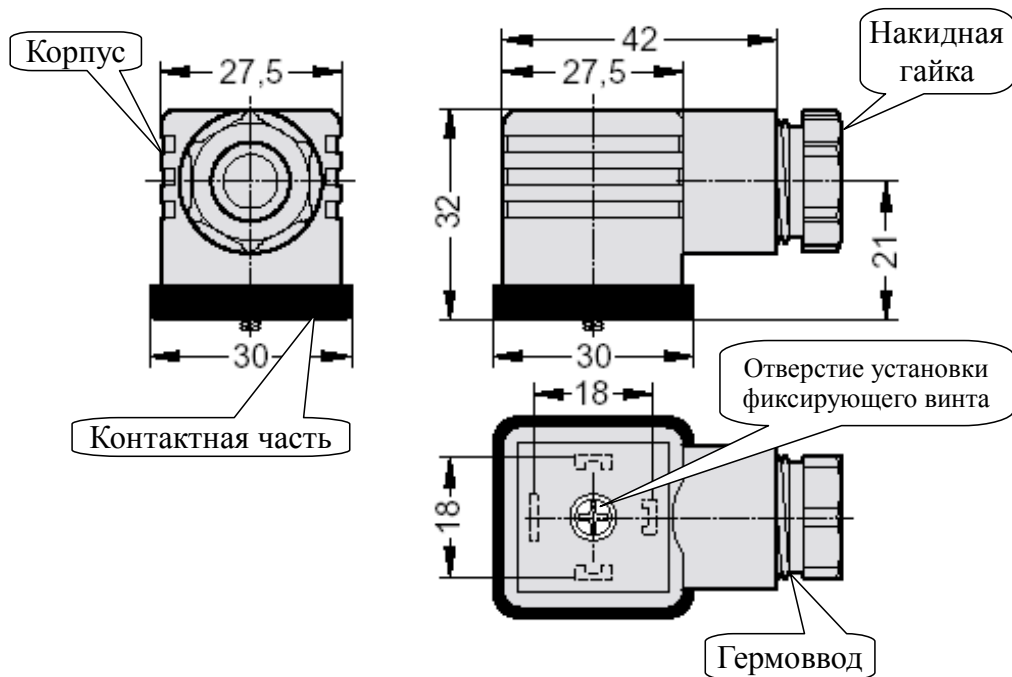
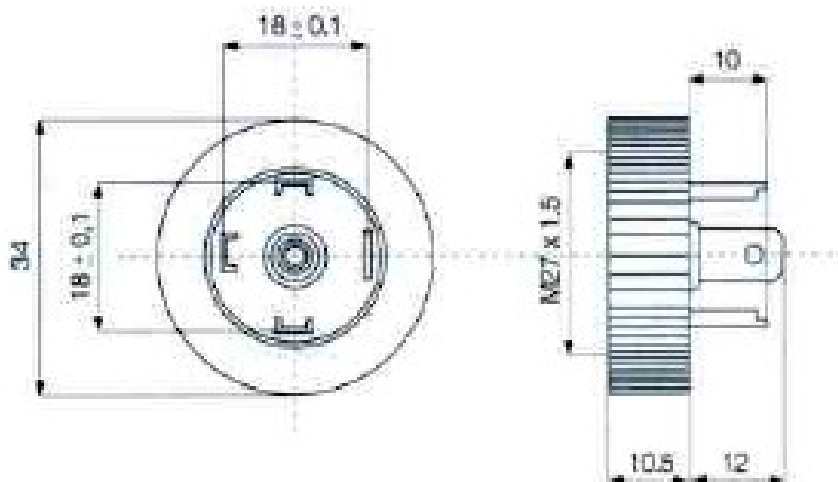

Рисунок 3 - Герморазъём DIN 43650, форма А
Рисунок 4 - База для герморазъёма DIN 43650, форма А круглая
– Отвернуть и вынуть фиксирующий винт герморазъёма (Рисунок 3). Снять герморазъём с базы (Рисунок 4) и выдвинуть его контактную часть, толкая хвостовик в отверстие установки фиксирующего винта.